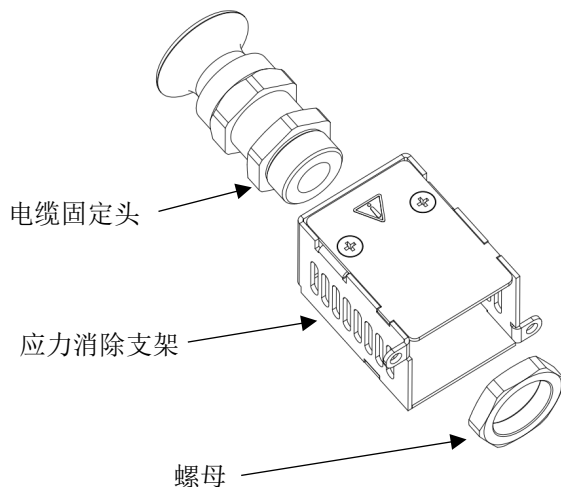

图 4-18: 将塑料螺母安装到应力消除支架
2. 将电缆固定头插入应力消除支架组件中，如图 4-18 所示。